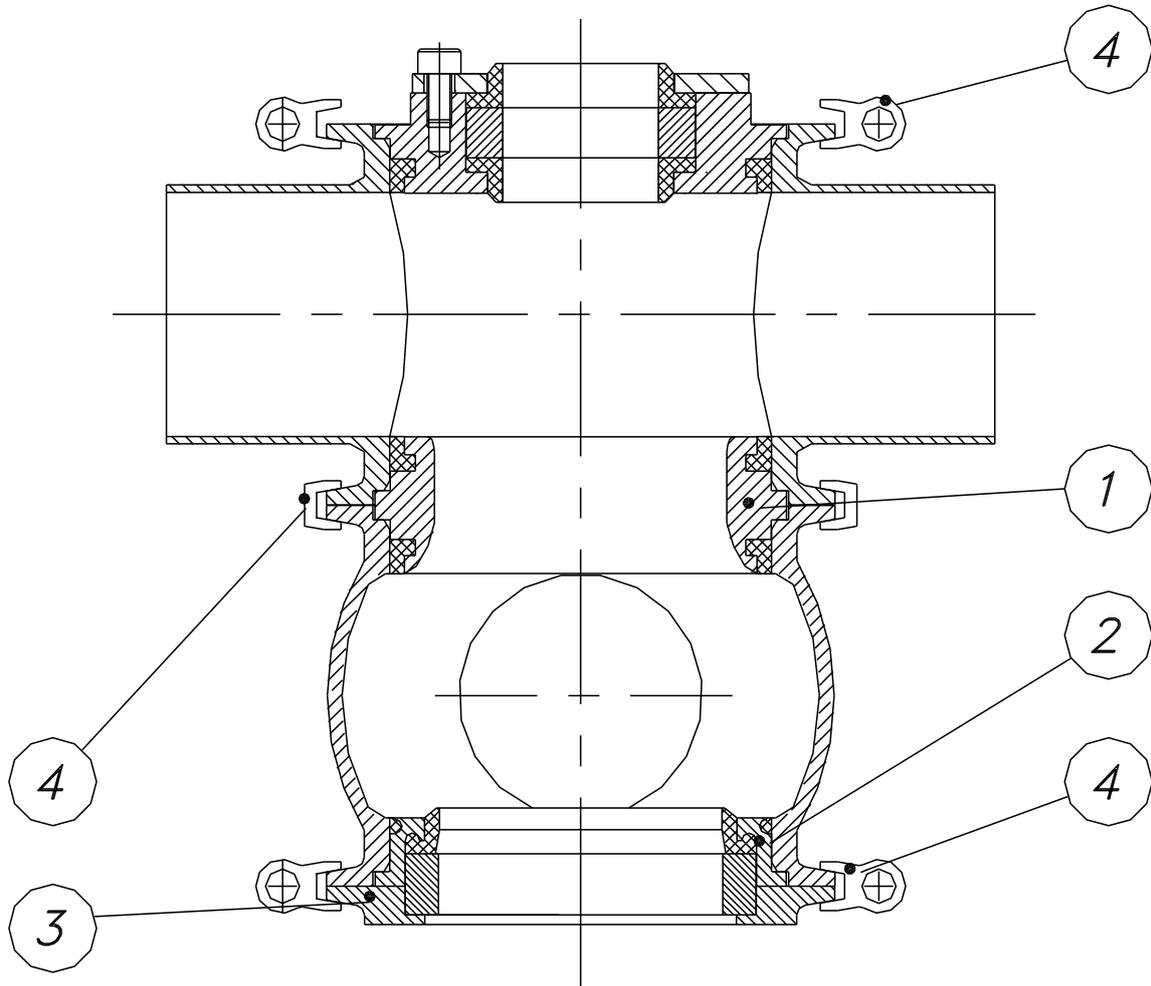

Fig. MBCSP2
7.0 COMPONENTES DEL CUERPO (fig. MBCSP2)